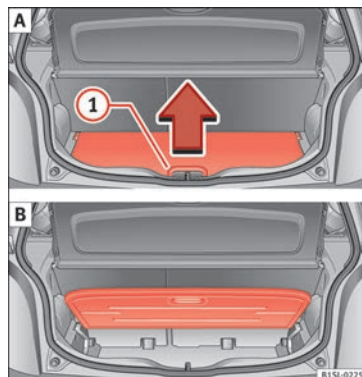

Fig. 138 A: abrir el suelo variable del maletero. B: suelo variable del maletero levantado.
- Para *levantar* el suelo, levante el tirador » **fig. 138 ①** en el sentido de la flecha y tire del suelo hacia arriba del todo » **fig. 138 B**.